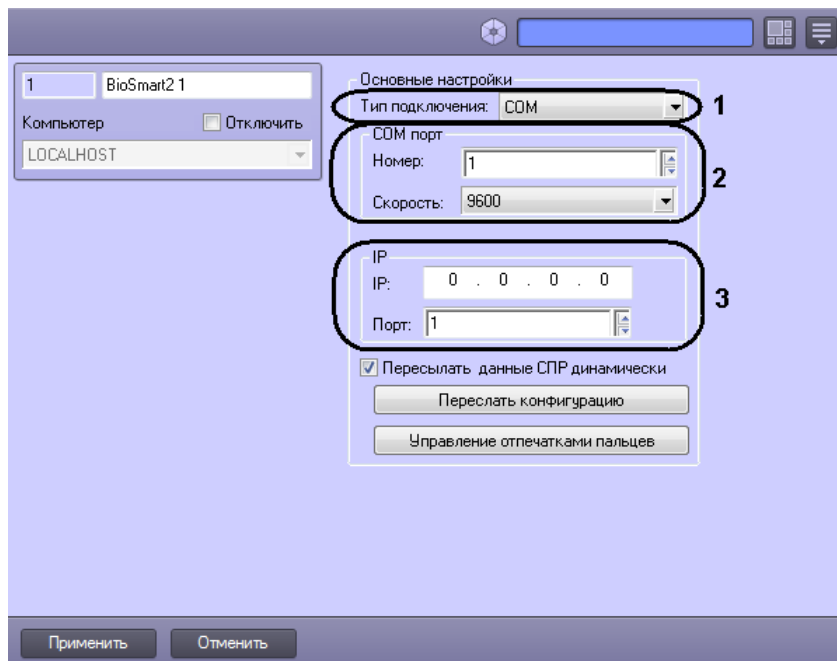

Рис. 3.2—2 Настройка подключения
3. Выбрать тип подключения контроллера из соответствующего списка (см. Рис. 3.2—2, 1).